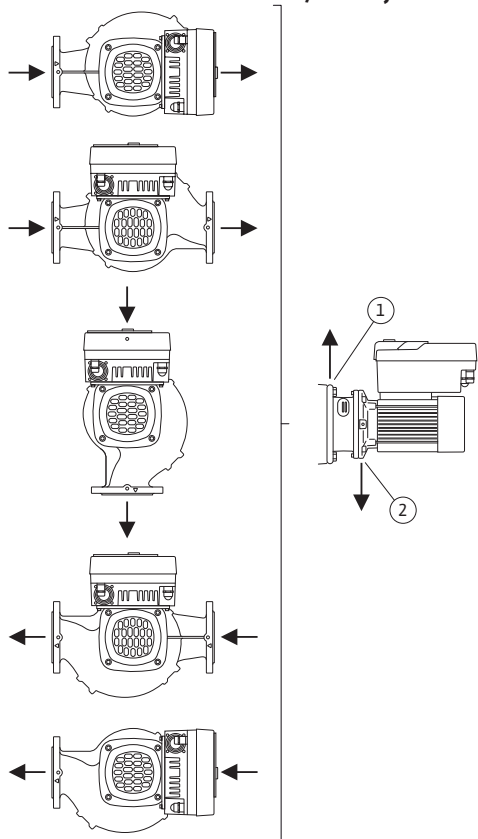

Fig. 16: Dopušteni položaji ugradnje s vodoravnim vratilom
- Kod vodoravnog vratila motora provrt za kondenzat treba biti u položaju prema dolje (Fig. 16, poz. 2). Ako je potrebno, motor se mora okrenuti.